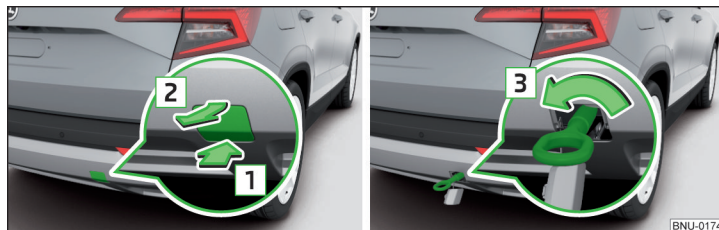

Fig. 325 Retirar la caperuza / instalar la argolla de remolque
- ▶ Para **retirar**, presionar la caperuza en el sentido de la flecha **1** y retirarla en el sentido de la flecha **2** » fig. 325.
- ▶ Para **instalar**, enroscar la argolla de remolque a mano en el sentido de la flecha **3** » fig. 325 hasta el tope » **!**.